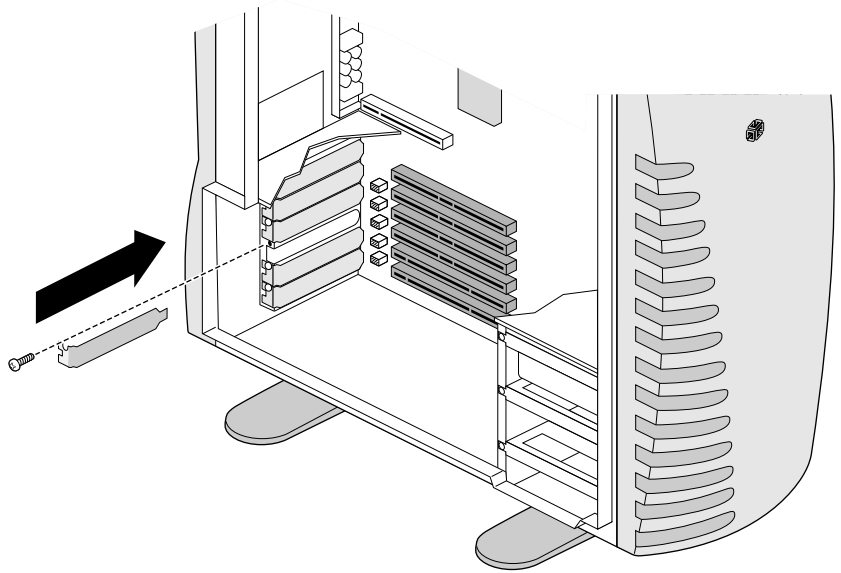

図 5-7 I/O スロットに I/O ブランクパネルを挿入
1. 交換用の PCI カードを取り付けない場合は、以前に取り外して保管しておいた I/O ブランクパネルを I/O スロットに挿入してください(図 5-7)。I/O ブランクパネルの先端が、I/O パネルの金属スロット(システムボードに近い位置)に挿入されていることを確認してください。交換用の PCI カードの取り付け方法については、72 ページの「PCI カードの取り付け」を参照してください。